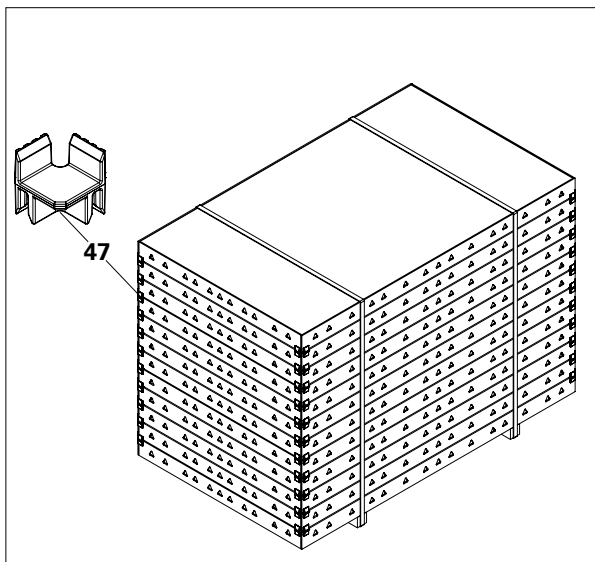

Fig. A2.01
Impilare e trasportare telai di un'unica misura in ogni pila! (Fig. A2.01)
Usare l'ausilio per impilaggio HSA (47) al fine di proteggere i telai. (Fig. A2.01)